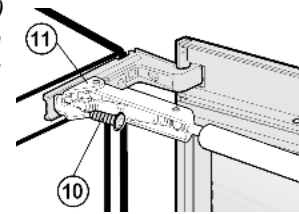

Fig. 6
- ▶ Retirer la vis Fig. 6 (10) centrale du logement de l'amortisseur de fermeture Fig. 6 (11).